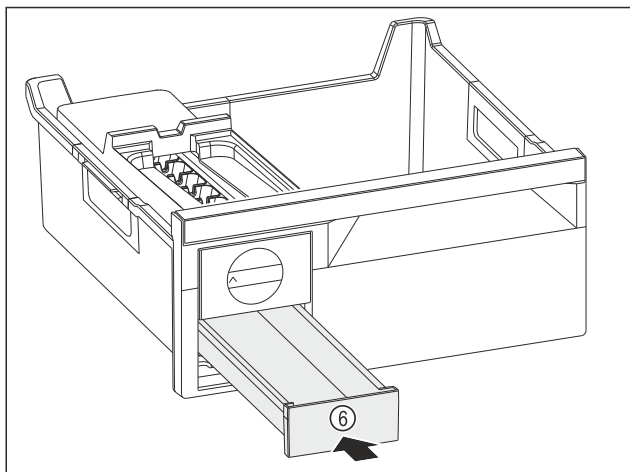

Fig. 116
- ▶ Вдвиньте выдвижной ящик для кубиков льда Fig. 116 (6).